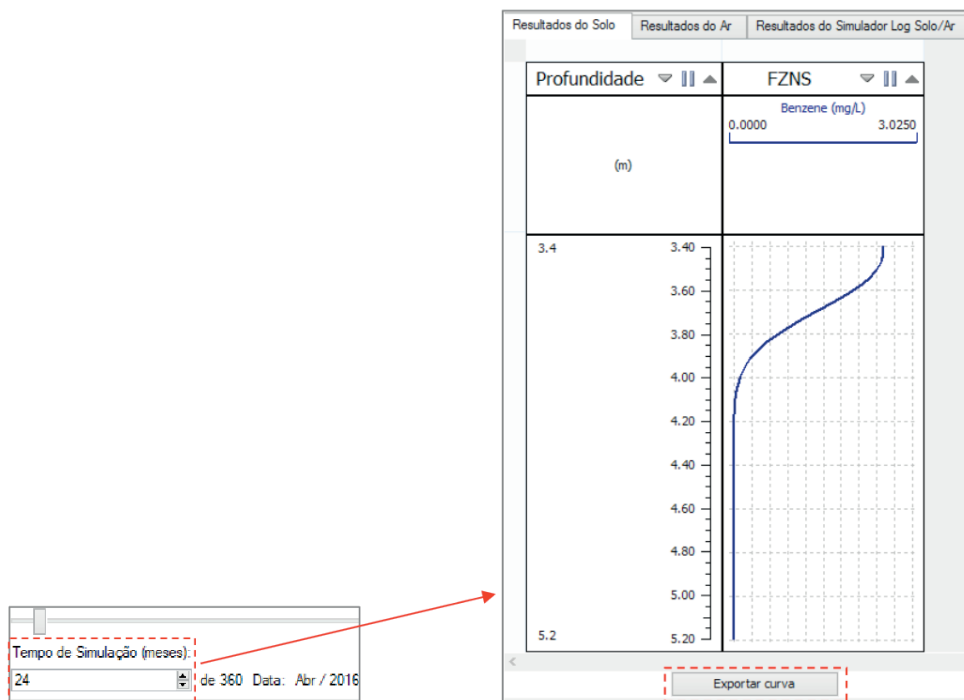

Figura 2.182 Exemplificação Resultados do Solo.
- Resultados do Solo: é possível visualizar a variação das concentrações das substâncias químicas ao longo do tempo decorrentes da lixiviação, abaixo da fonte de contaminação (zona não saturada) até o nível do lençol freático. Na Figura 2.182 o eixo x (superior) do gráfico representa as concentrações simuladas das substâncias, e o eixo y (lado esquerdo), a profundidade de lixiviação. Colocando-se o mouse sobre qualquer ponto da curva são indicados a profundidade e a concentração.